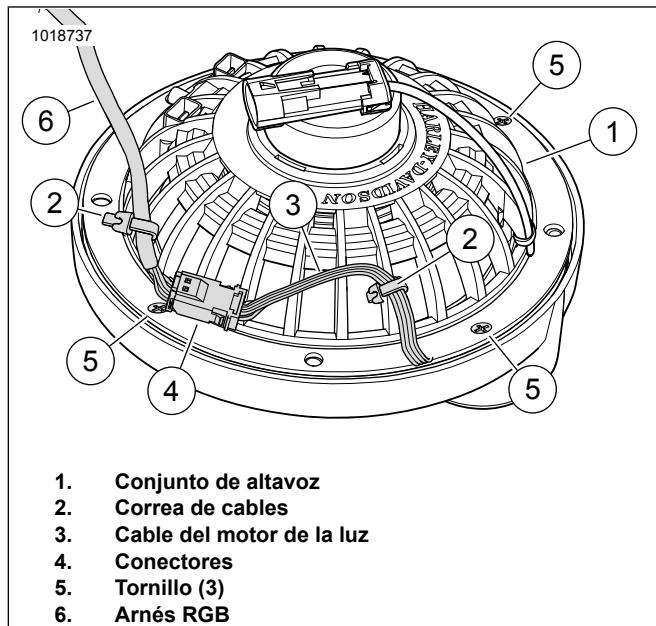

Figura 15. Parte trasera del altavoz, cable y correa de cables
9. Pase el cable (4) a lo largo de la pata del puente del tweeter. Usando la cinta que se encuentra en el kit, corte hasta la longitud y asegure el cable a la parte posterior del puente del tweeter.
10. Consulte la Figura 15. Ponga el conjunto y el altavoz del tweeter (1) juntos. Alinee los agujeros para los tornillos (5).
- a. Una los conectores (4) del motor de la luz (3) al arnés RGB (6).
- b. Pase el cable del motor de la luz (3) a lo largo de la parte trasera del altavoz (1) como se muestra. Para estabilizar los conectores (4), asegure el cable del motor de la luz (3) y el arnés RGB (6) con correas de cables (2) como se muestra.